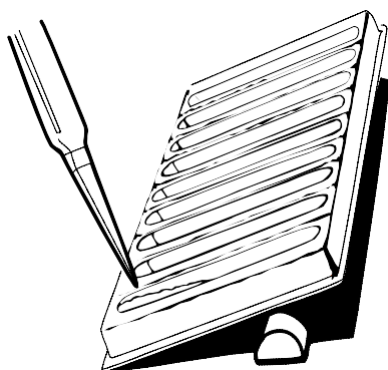

Рисунок 1. Аспирация из лотка жидкости
- Держите лоток под углом, чтобы вся жидкость стекала к одной стороне лотка (стороне непокрытой пластиковой основы полосок). См. рисунок 1